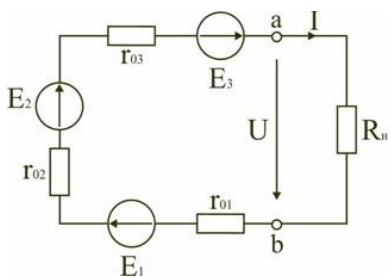

Рис. 1.20
**Последовательное включение источников питания** (источников ЭДС) создает напряжение требуемой величины, а рабочий ток в цепи меньше или равен номинальному току одного источника ЭДС (рис. 1.20).
Электрическая цепь на рис. 1.20 может быть заменена цепью с эквивалентным источником питания (рис. 1.21), имеющим ЭДС  $E_3$  и внутреннее сопротивление  $r_3$ . Эквивалентным источником ЭДС в схеме замещения будет сумма исходных ЭДС (с учетом направления) с внутренним сопротивлением равным сумме внутренних сопротивлений исходных источников.